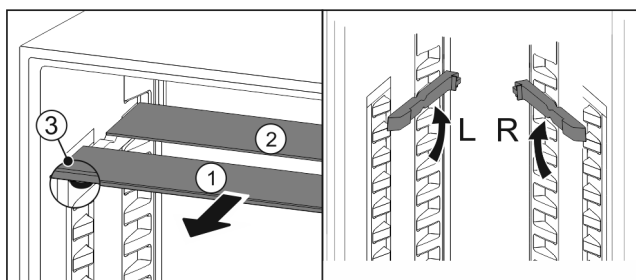

Fig. 96
- ▶ Vytiahnite sklené dosky jednotlivu dopredu Fig. 96 (1).
- ▷ Sklená doska Fig. 96 (1) s ozdobnou lištou leží vpredu.
- ▷ Zarážky Fig. 96 (3) ukazujú nadol.